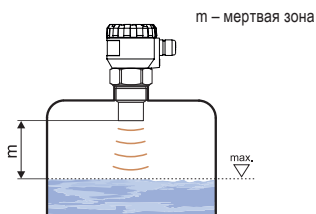

Рис. 2: Мертвая зона измерителя уровня
- В связи с принципом измерения не могут анализироваться сигналы, отраженные в области непосредственно под измерителем уровня (т.н. мертвая зона). Мертвая зона (рис.2) определяет минимальное возможное расстояние между измерителем уровня и максимальной высотой поверхности. Минимальное расстояние до среды приведено в главе Основные технические данные (стр. 27).